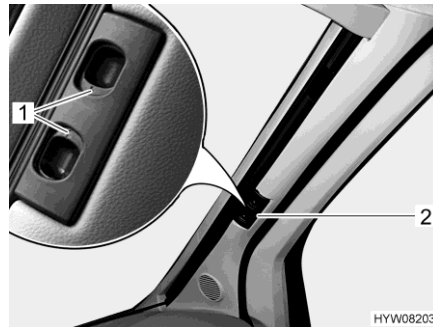

Fig. 18 Dispositif occultant plissé (pare-brise)
- Presser les poignées de déverrouillage (Fig. 18,1) et les maintenir pressées.
- Tirer le dispositif occultant plissé pour le pare-brise par la poignée (Fig. 18,2) vers le centre de la fenêtre.
- Pousser les deux moitiés du dispositif occultant plissé pour le pare-brise par la poignée (Fig. 18,2) à fond vers l'extérieur.
- Lâcher les poignées de déverrouillage (Fig. 18,1) et les faire s'enclencher.